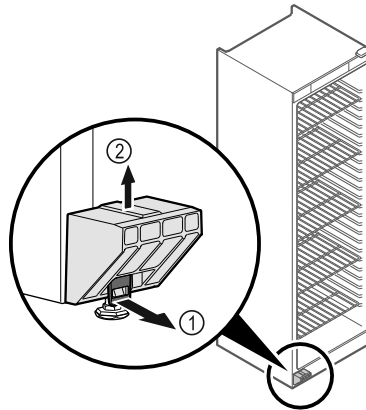

Fig. 6
- Lasche Fig. 6 (1) nach vorne ziehen.
- Transportsicherung Fig. 6 (2) nach oben abziehen.